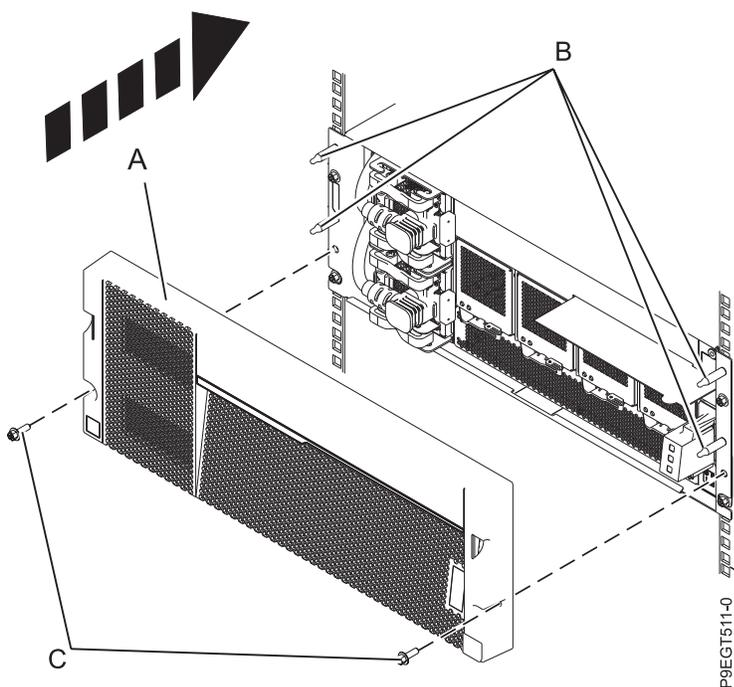

Figure 9. Remise en place du capot avant
4. Remettez le capot avant (A) en place en appuyant sur le capot au niveau des broches de détrompage (B). Si le capot comporte des vis (C), fixez-le en les vissant. Voir figure 9.